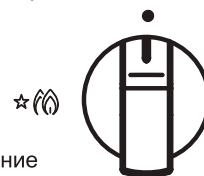

Рисунок 11
- Для поджига плиты надавите на соответствующую ручку и поверните ее против часовой стрелки до символа большого пламени (Рис.11).